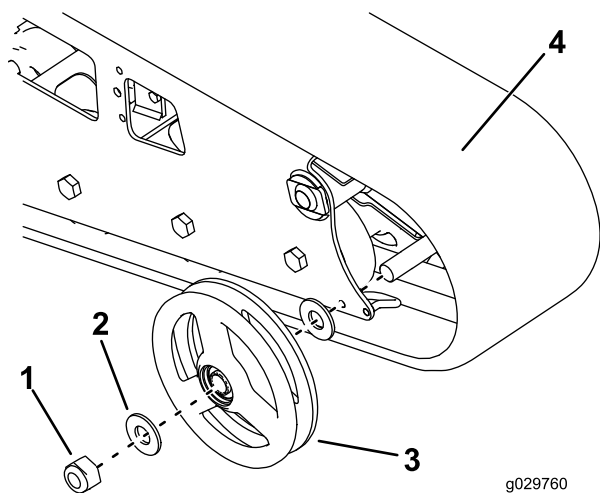

Figura 57
2. Togliete il dado di fissaggio della ruota anteriore esterna e rimuovete la ruota (Figura 57).
3. Togliete il cingolo (Figura 57).
4. Estraete le 2 rondelle grandi dalle ruote esterne, una per lato su ciascuna ruota (Figura 57).
7. Montate il nuovo cingolo (Figura 57).
8. Montate la ruota anteriore esterna e fissatela con il dado tolto in precedenza (Figura 57).